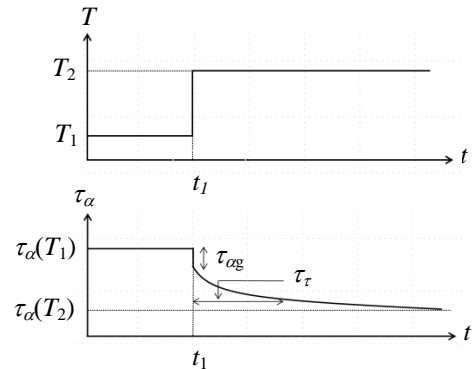

Fig.1 Time dependence of  $\tau_\alpha$  induced by a stepwise temperature change.
**緒言** ガラス転移温度域において、物性量が外部からの刺激に対して遅れを示し、その緩和時間は温度によって大きく変化することが知られている。本研究は、緩和時間が速い温度変化に対して遅れを示すかを、実験的に調べることを目的としている。Fig.1 に段階的な温度変化に対する緩和時間 $\tau_\alpha$ の応答を示す。 $\tau_{\alpha g}$ は $\tau_\alpha$ の緩和の応答の速い成分であり、温度変化に対して遅れずに応答する。そこから $\tau_\alpha$ はその温度における平衡値へと収束する。このときの緩和時間を $\tau_r$ として図に示した。本研究では温度変調誘電測定という新たな測定方法を開発し、 $\tau_\alpha$ の温度変化に対する複素感受率 $\sigma_r^*$ の解析方法について計算を行った。